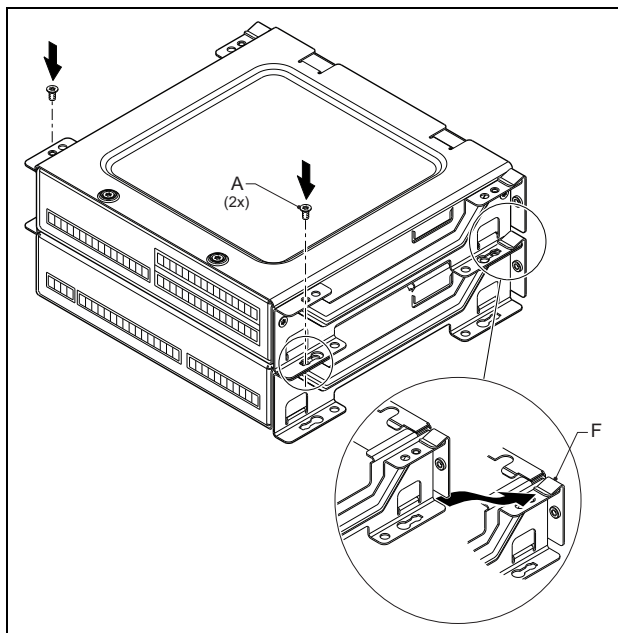

figura 20.11: Empilhamento do módulo
- 7 Coloque o módulo superior no topo do módulo inferior (veja a figura 20.11).